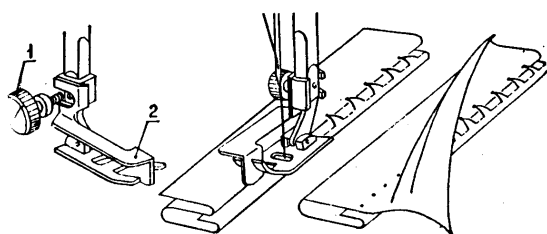

Рис. 26
5.8. Подшивка края изделия потайной строчкой (рис.26).